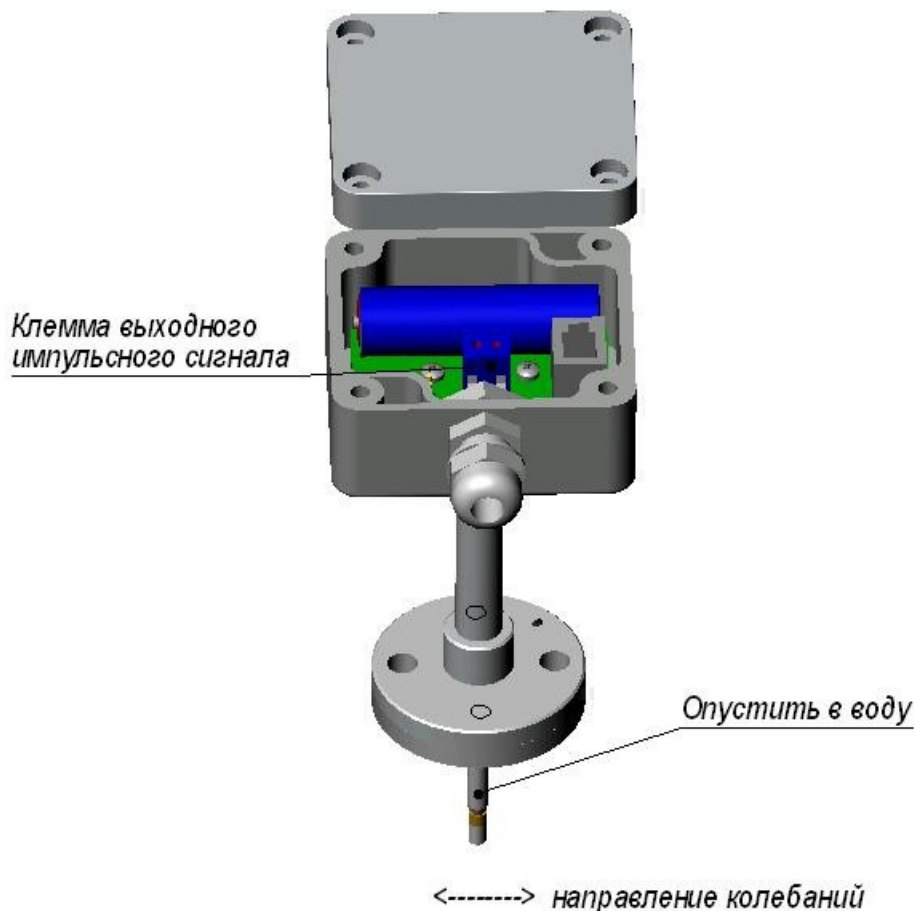

Рис. 2
1. Снять узел съема колебаний (см. Рис.2)